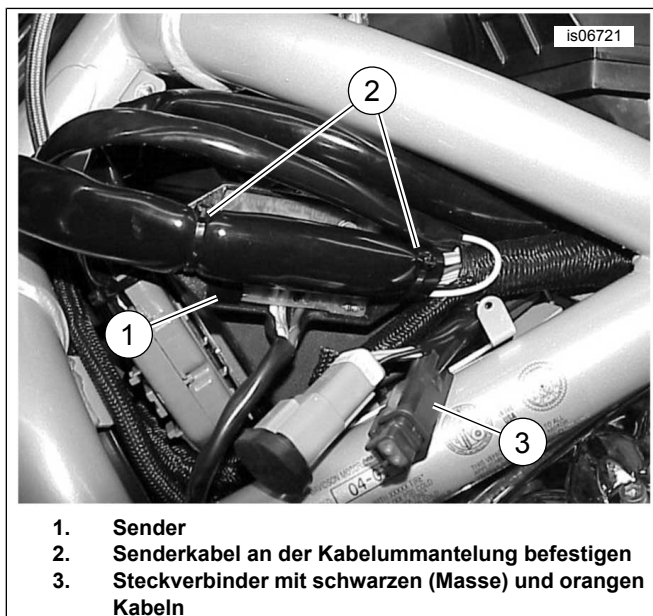

Abbildung 18. Montage des Senders (nur 2002 bis 2003 V-Rod)
- Siehe Abbildung 18 >. Wie abgebildet, den Sender (1) mit Kabelbindern an der Kabelummantelung (2) des Motorrads befestigen.